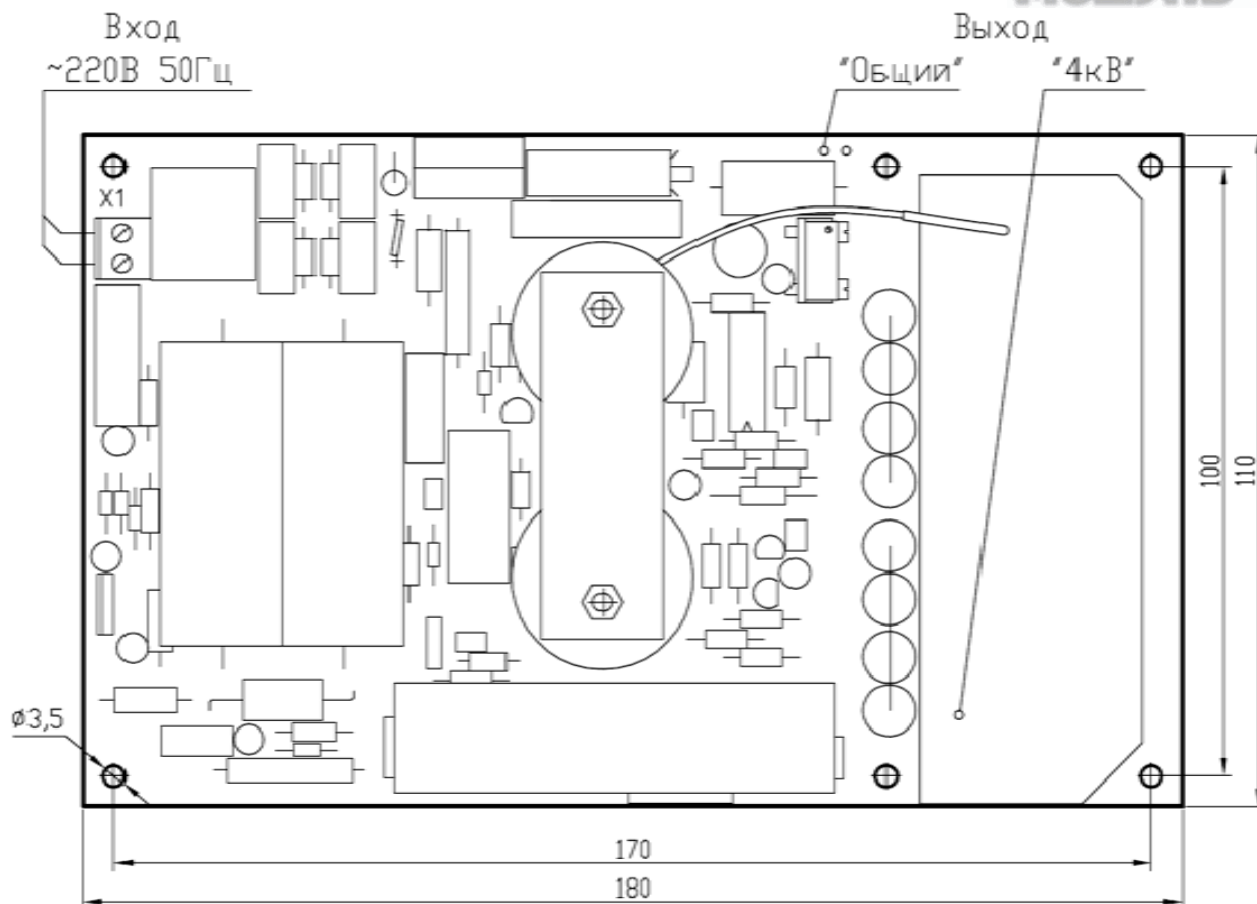

Рис. 1. Установочные размеры и присоединительные контакты изделия
2.13. Конструктивно изделие выполнено в виде печатной платы, на которой расположены все элементы принципиальной схемы. Расположение входного (сетевое) разъема Х1 и выходных контактов «4 кВ» и «ОБЩИЙ» на плате показано на рис. 1.